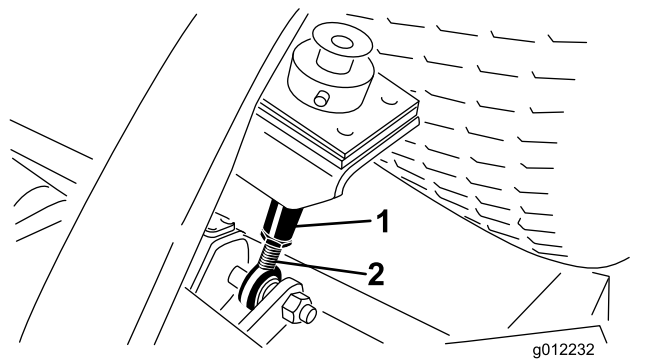

Figura 17
6. Afloje las contratuercas del extremo inferior de las varillas de ajuste de la altura de corte (Figura 17).